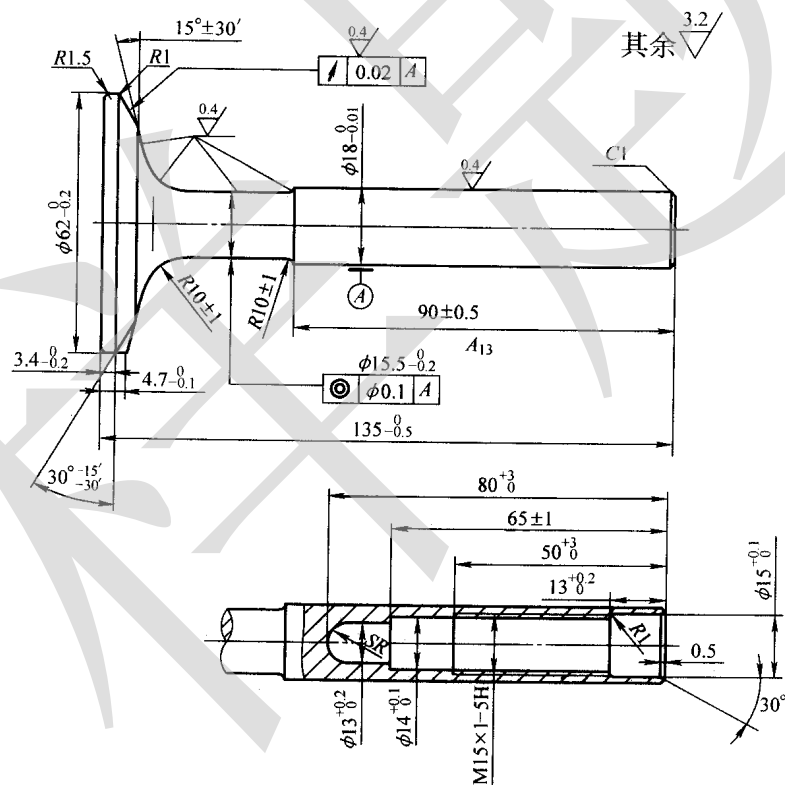

图 1 排气阀零件
1、图 1 所示为一柴油机的排气阀，用于适时开启或关闭排气道。盘锥面是排气阀的工作表面。已知以下条件。